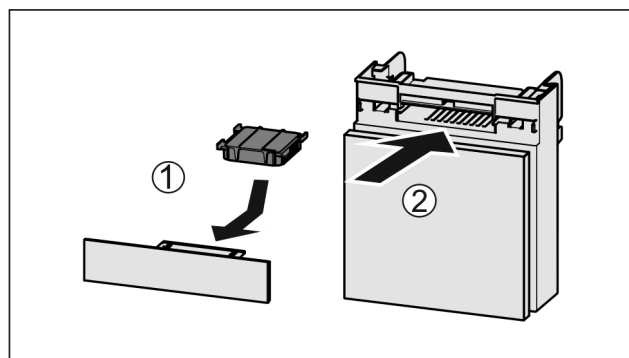

Fig. 52
- ▶ Vložte aktívny uhlíkový filter podľa obrázka Fig. 52 (1).
- ▶ Zasuňte zásuvku Fig. 52 (2).